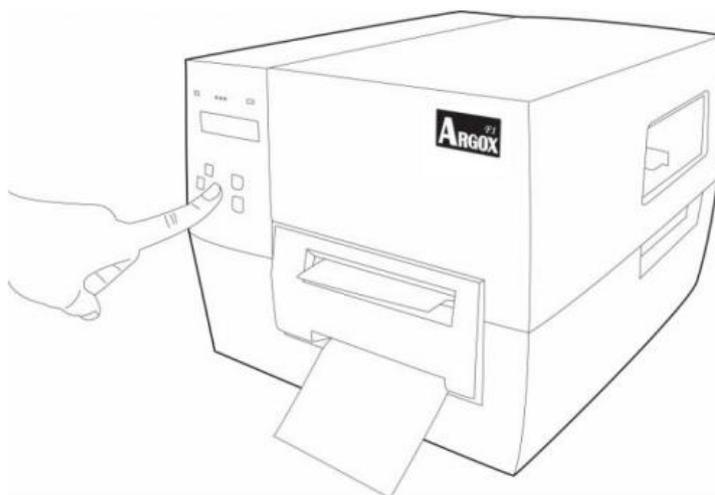

Рисунок 21
6. Закройте верхнюю крышку, включите принтер и нажмите кнопку FEED (протяжка) если принтер уже включен (Рисунок 21).